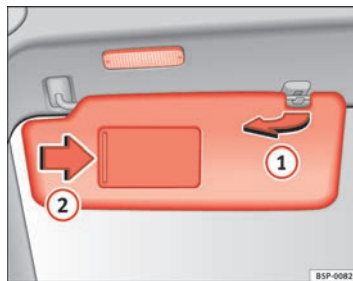

Fig. 80 Pare-soleil côté conducteur
Vous pouvez retirer le pare-soleil côté conducteur et celui côté passager de leur fixation au centre du véhicule pour les faire pivoter vers les portes ⇒ fig. 80 ①.